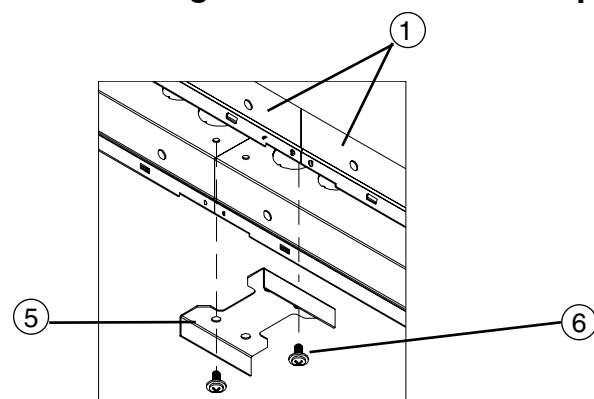

Figure 4
**11. Couper le câble d'alimentation à la longueur désirée. Dénuder les fils noir et blanc à l'aide d'un dénudeur de fil pour dégager de 3/8 à 7/16 po de fil métallique. Voir la Fig. 4.**
9. Remove endplate from Housing assembly (1) to install alignment bracket.
10. With fixtures installed end to end- install bracket (5) with two screws (6) provided. One screw per fixture as noted in Fig. 4.
10. Con los montajes instalados de extremo a extremo, instale la ménsula con los dos tornillos que se proporcionan; un tornillo por montaje, como se indica en la Fig. 4.